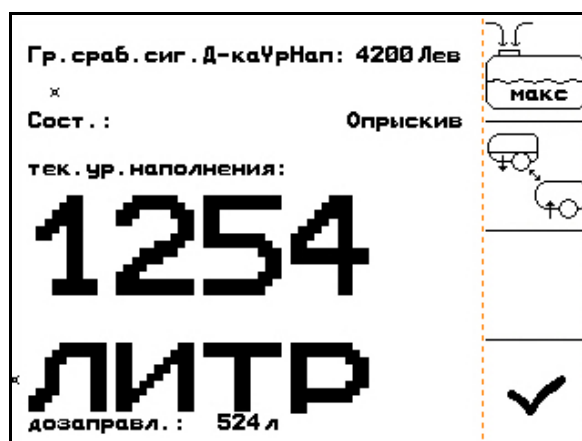

Рис. 94
1. Нажатием  вызовите меню "Наполнение" (Рис. 94).